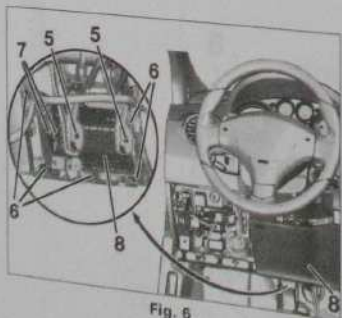

Fig. 6
- Déposer les écrous (5) (Fig. 6).
- Dégager l'airbag des agrafes (6) puis le dégager.
- Débrancher les connecteurs (7).
- Déposer l'airbag (8).